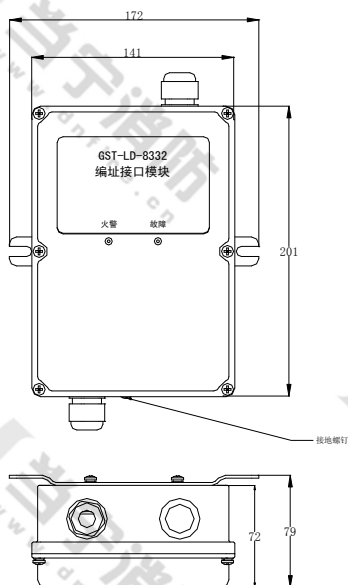

图 1 编址接口模块示意图
1. 模块外形示意图如图 1 所示。
此外，编址接口模块外壳必须可靠接地，接地螺钉位置见图 1。